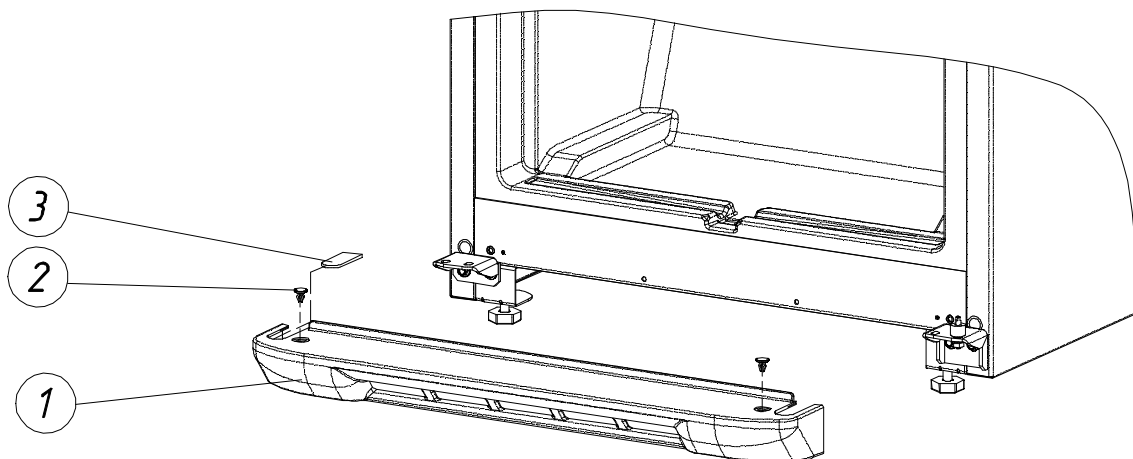
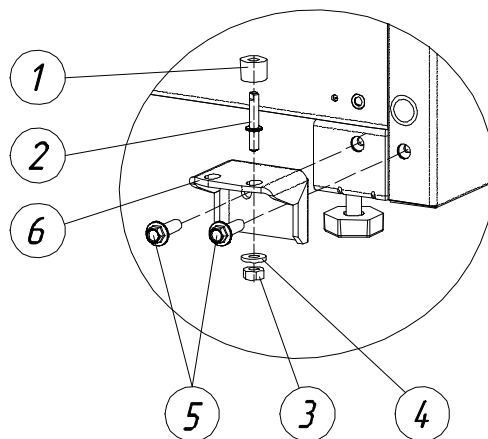
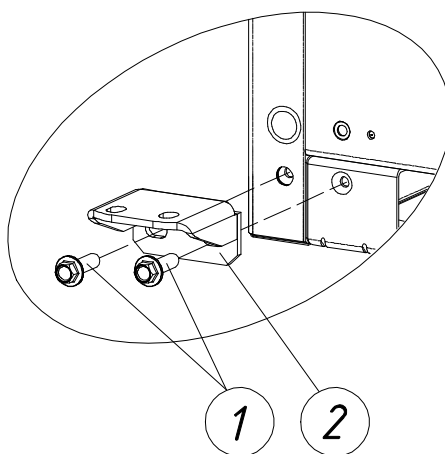

Рис. 5. Расположение узлов нижней декоративной накладки.
Рис. 6. Расположение нижнего правого узла крепления двери.
Рис. 7. Расположение нижнего левого узла крепления двери.
10. Провести демонтаж нижней декоративной накладки (поз. 1, рис. 5).
10.1. Отщелкнуть защёлки (поз. 2, рис. 5). Снять нижнюю декоративную накладку (поз. 1, рис. 5)
10.2. Вынуть вкладыш (поз. 3, рис. 5) из паза нижней декоративной накладки и переустановить в паз с противоположной стороны.
11. Демонтировать нижний правый узел крепления двери (рис. 6).
11.1. Снять опорную втулку (поз. 1, рис. 6) с винта кронштейна (поз. 2, рис. 6).
11.2. Открутить гайку (поз. 3, рис. 6), при этом не потерять шайбу (поз. 4, рис. 6). Снять винт кронштейна (поз. 2, рис. 6).
11.3. Выкрутить болты (поз. 5, рис. 6) и снять дверной кронштейн (поз. 6, рис. 6).
12. Демонтировать нижний левый узел крепления двери (Рис. 7).
12.1. Выкрутить болты (поз. 1, рис. 7) и снять кронштейн (поз. 2, рис. 7).
13. Переустановить кронштейн (поз. 2, рис. 7) на противоположную сторону шкафа. Зафиксировать болтами (поз. 1, рис. 7).
14. Переустановить кронштейн (поз. 6, рис. 6) на противоположную сторону шкафа. Зафиксировать болтами (поз. 5, рис. 6).
14.1. Установить винт кронштейна (поз. 2, рис. 6) в противоположное отверстие кронштейна (поз. 6, рис. 6). Смонтировать гайку (поз. 3, рис. 6) и шайбу (поз. 4, рис. 6) на винт кронштейна (поз. 2, рис. 6) (гайку при этом не затягивать).
14.2. Надеть опорную втулку (поз. 1, рис. 6) на винт кронштейна (поз. 2, рис. 6).
15. Установить нижнюю декоративную накладку (поз. 1, рис. 5) на кронштейны (поз. 6, рис. 6) и (поз. 2, рис. 7). Зафиксировать защёлками (поз. 2, рис. 5).
17. Произвести монтаж дверей. Одновременно следует производить регулировку плотности прилегания двери, параллельности поверхностям шкафа и соосности обеих дверей. Регулировку следует производить путём перемещения узлов крепления в пределах отверстий на кронштейнах (поз. 6, рис. 6) и (поз. 2, рис. 7). Отрегулированные двери должны открываться без заедания, не должны задевать друг за друга при открывании, зазор между дверями должен быть одинаковым на всей ширине двери, как при открытой двери, так и при закрытой.
17.1. Установить дверь морозильной камеры на винт кронштейна (поз. 2, рис. 6).